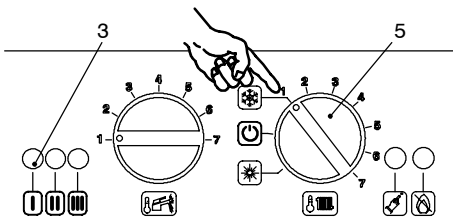

fig. 2.2
- 2 Alimentate elettricamente la caldaia azionando l'interruttore bipolare previsto nella installazione; la lampada di segnalazione 3 in fig. 2.2 fa un breve lampeggio circa ogni 4 secondi.
- 3 Ruotate il selettore 5 come in fig. 2.2; la lampada di segnalazione 3 lampeggia ad intermittenza circa ogni secondo.
- 4 Ruotate il selettore 5 come in fig. 2.2; la lampada di segnalazione 3 lampeggia ad intermittenza circa ogni secondo.